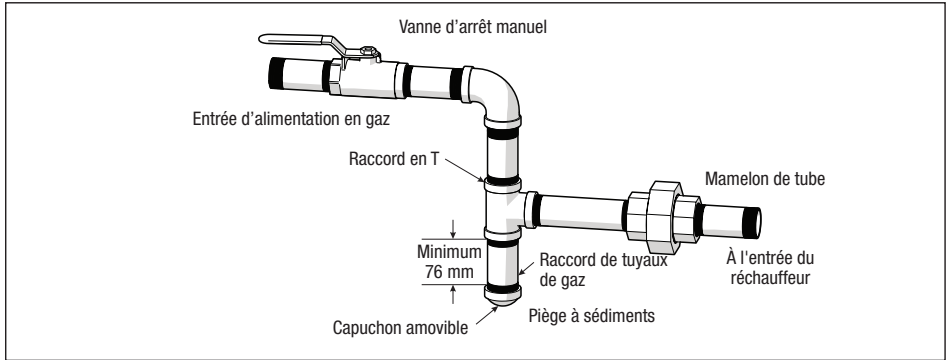

Figure 8. Vanne d'arrêt manuelle et piège à sédiments
- Installez un piège à sédiments et un raccord union devant les commandes de gaz et à l'extérieur du corps du réchauffeur. Voir *Figure 8*.
N'utilisez pas de raccords d'appareil flexibles sur des raccordements de gaz, à moins que le raccord ne soit approuvé par la CSA pour une installation en extérieur et qu'il porte une inscription indiquant la capacité BTU/h (qui doit être égale ou supérieure à la valeur d'entrée nominale du réchauffeur) et le type de gaz (naturel ou PL). De plus, tous les raccords flexibles, tels que les conduits enfouis dans le sol, doivent être certifiés pour une installation souterraine et répondre à tous les codes applicables. Veuillez noter que l'utilisation d'un raccord flexible nécessite toujours l'installation d'un piège à sédiments, conformément à la norme NFPA 54. Voir *Figure 8*.